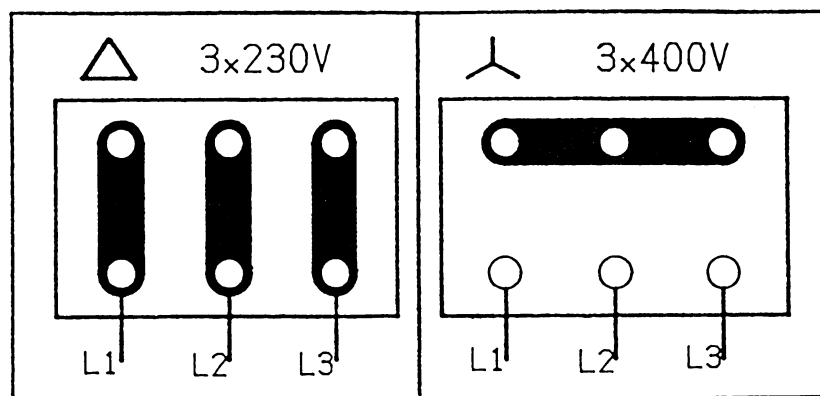

Рис. 2
- Подключение трехфазных двигателей согласно рис. 2 (схема подключения также приведена в клеммной коробке).